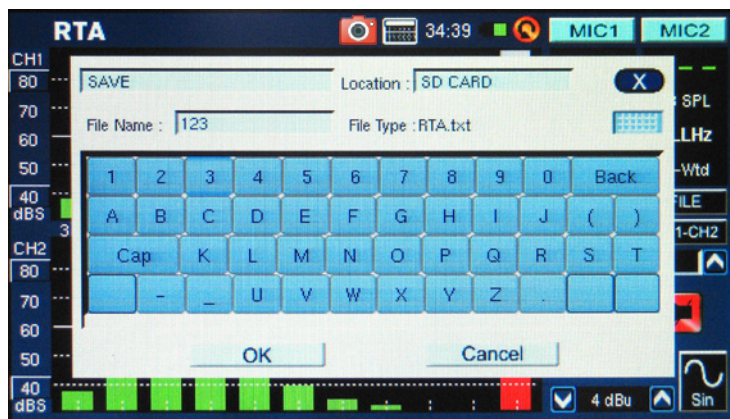

figure 26
10. ファイル<FILE>メニューに入り、表示データが保存できます。PAA6本体または挿入したメモリーカードいずれにも保存できます。(図26)
6. 設定はFILEメニューに入り、PAA6本体または外部メモリーカードへ保存できます(図26)。